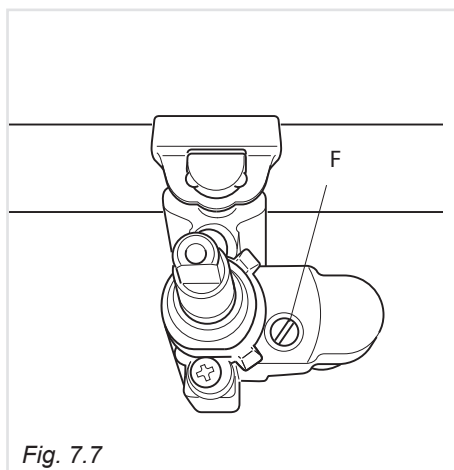

Fig. 7.7
- Togliere la manopola ed agire sulla vite "F" (fig. 7.7) fino ad ottenere la fiamma desiderata.